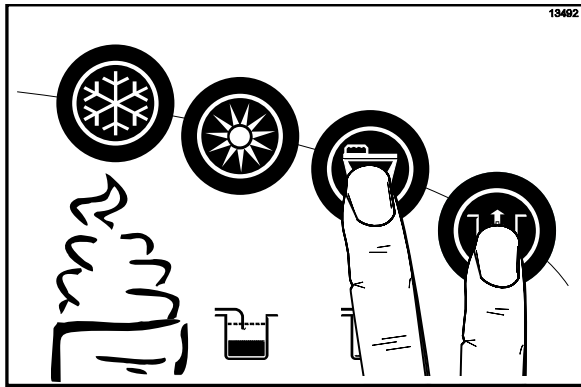

Figure 164
10. Appuyer sur les symboles **LAVAGE** et **POMPE**   et fermer la vanne de sortie (Cf. Figure 164).